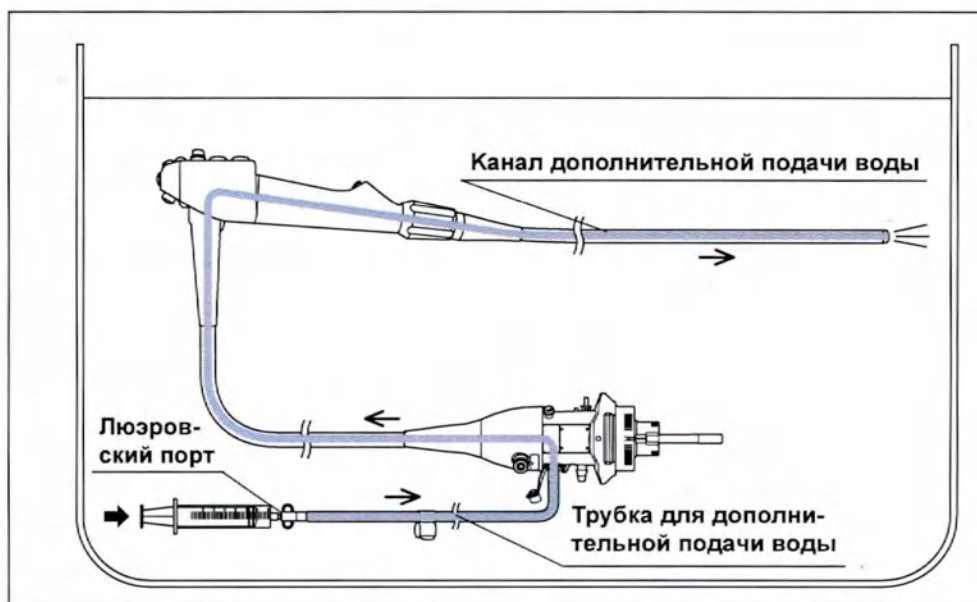

Рис. 5.35
- 9** Полностью погрузив шприц в воду, медленно наполните его водой, подсоедините шприц к люэровскому порту трубки для дополнительной подачи воды (MAJ-855) и промойте канал дополнительной подачи воды 30 мл воды. (см. рис. 5.35)